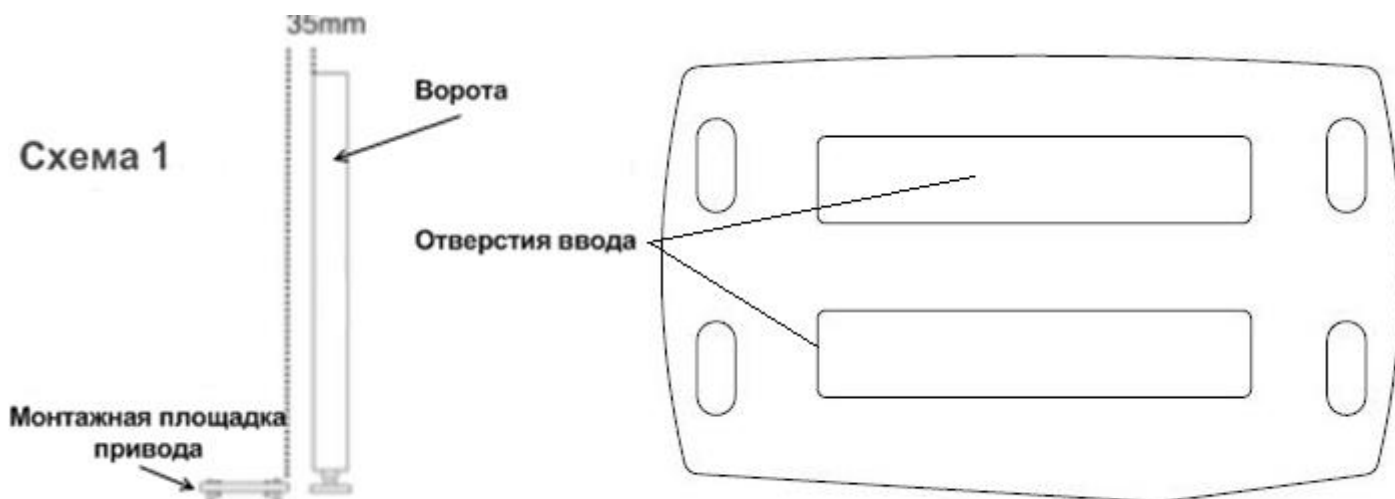

Рис. 3 Крепление монтажной пластины привода
1. Временно установите монтажную пластину под корпусом двигателя и установите привод с пластиной в положение, необходимое для открывания ворот, так чтобы монтажная пластина находилась на расстоянии около 35 мм от ворот (Рис. 3).
5. Отметьте 4 отверстия, которые должны быть просверлены для крепления монтажной пластины (Рис. 3).